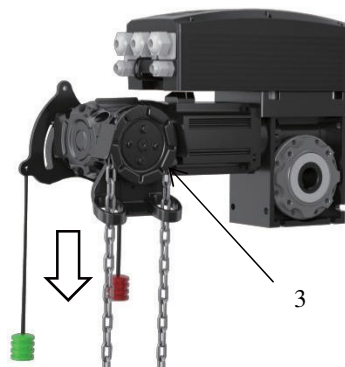

Fig. 4
- Le déverrouillage d'urgence est activé lorsque la roue à chaîne (3) est déplacée en tirant sur le cordon rouge de déverrouillage d'urgence dans le sens de la flèche indiquée sur la fig. 4.